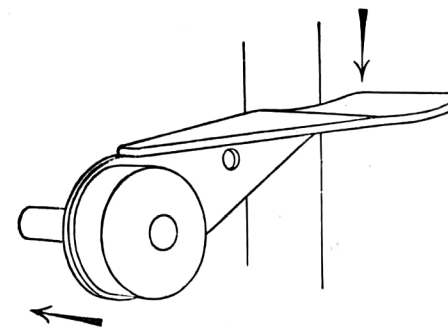

Abb. 11
2. Setzen des Reiters: Durch **Hineindrücken** der an der rechten Maschinen-Vorderwand sichtbaren Kolonnenstellertaste (Abb. 11) stellen sich die Reiter auf der an der Rückseite der Maschine angebrachten Reiterschiene ein und hemmen den Wagenlauf an der gewünschten Stelle.
3. Betätigung des Kolonnenstellers: Beim **Niederdrücken** der Kolonnenstellertaste (Abb. 11) springt der Wagen bis an die Reiterstellungen.